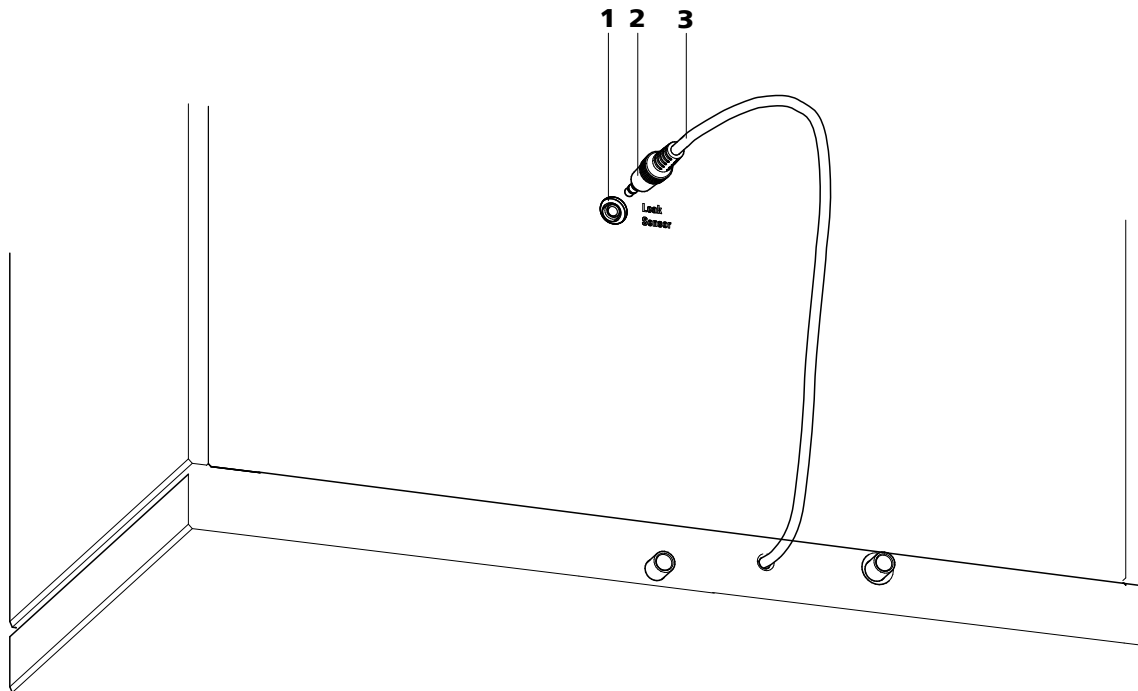

Figura 8 Conexión del detector de fugas en la parte posterior del aparato
- 1 Enchufe la clavija del detector de fugas (8-2) en la toma de conexión del detector de fugas (8-1) de la parte posterior del aparato (véase Figura 8, página 24).